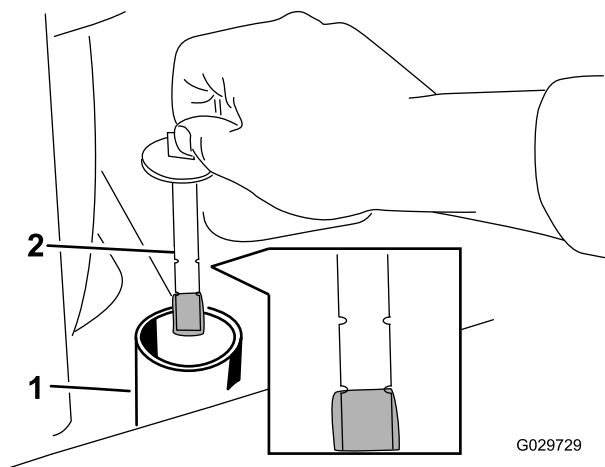

Figura 28
8. Retire el tapón del cuello de llenado y compruebe en la varilla el nivel de fluido (Figura 28).